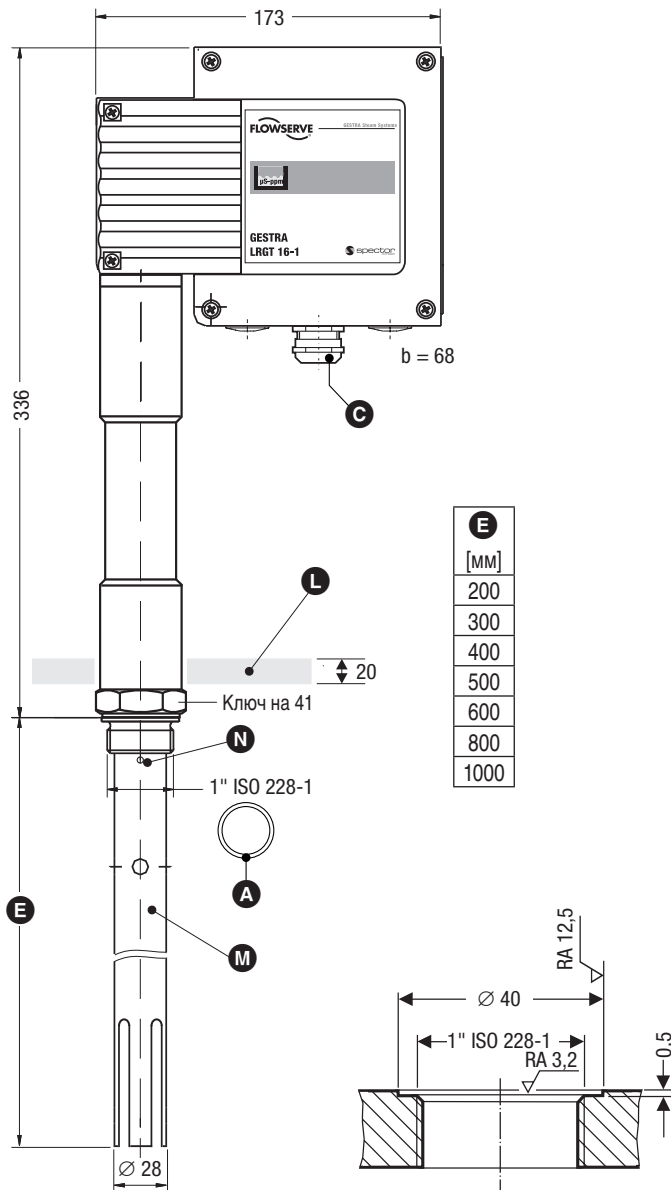

Рис. 2 LRGT 16-1
1. Проверьте посадочные поверхности, резьбу монтажного отверстия. (см. **Рис. 2, 3, 4**). При необходимости обработайте поверхности в соответствии со значениями, указанными на рисунках.